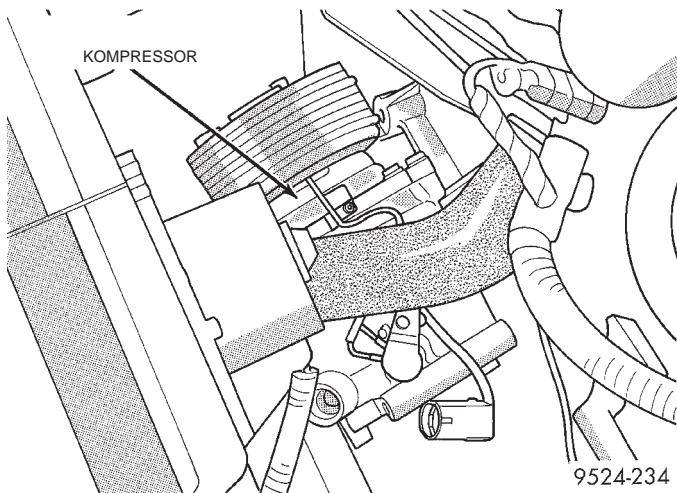

Abb. 20 Kompressor ausbauen
- (7) Kompressor abnehmen (Abb. 20).